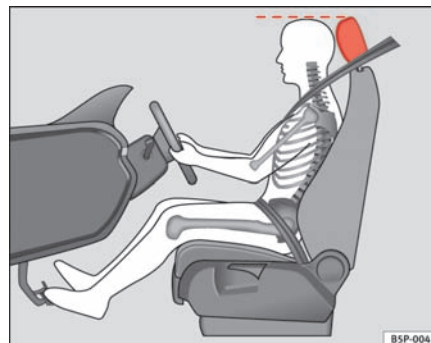

Fig. 2 Sådan sidder førerens hovedstøtte korrekt.
- Indstil hovedstøtterne således, at hovedstøttens øverste kant er på højde med den øverste del af dit hoved eller så tæt som muligt på den øverste del af dit hoved ⇒ fig. 2.